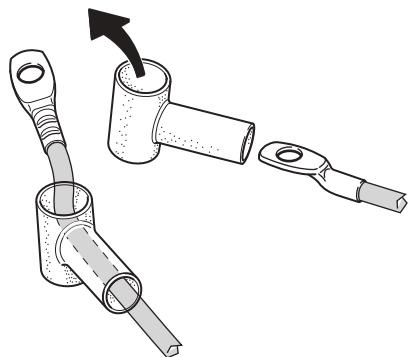

Fig. 46
- Pase las conexiones de los cables por las tapas protectoras de goma (Fig. 46).